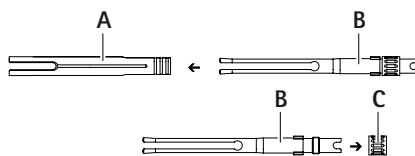

Fig. 8
- Desaparafusar o parafuso de aperto C para trás e retirá-lo da pinça tensora B, ver Fig. 8.